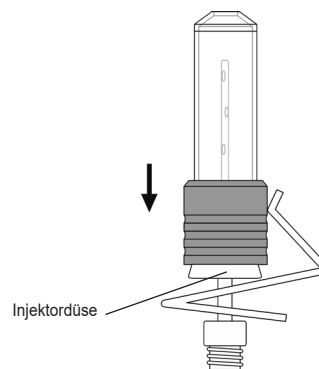

Abb. 3
- Stecken Sie das Schutzrohr mit dem offenen Ende auf eine geeignete Injektordüse (Abb. 3).